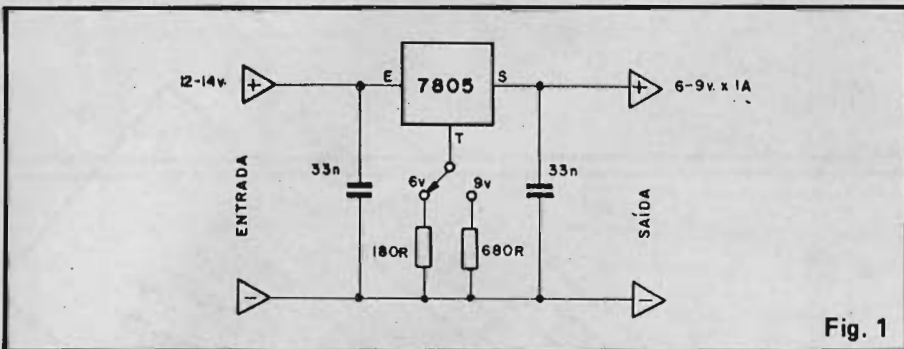
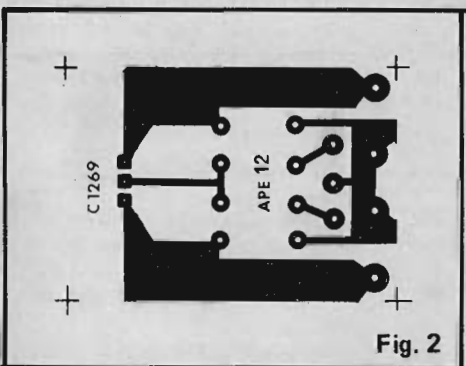

Fig. 1
Fig. 2
O "esquema" do C1269 está na fig. 1, enfatizando claramente a enorme simplicidade do arranjo, baseado num único Integrado Regulador de Voltagem, da conhecida "família" 78XX, circuitada de forma pouco convencional (pelo menos em relação ao que recomenda o fabricante, como básico...) através de um simples chaveamento que determina o nível de corrente fluindo através do seu terminal de "terra" (T)
Observado o esquema (fig. 1) e reconhecidos os componentes, podemos passar à montagem, inicialmente verificando na fig. 2 o **lay-out** (em tamanho natural, para facilitar a eventual cópia) do padrão cobreado do Circuito Impresso específico. A confecção da placa, para quem possuir o material necessário, e já tiver alguma prática, é muito fácil, devendo o hobbysta apenas observar com cuidado, ao final, se não ocorrerem falhas ou "curtos", corrigindo tais defeitos **antes** de iniciar as soldagens. No caso da aquisição do C1269 na forma de KIT, essa parte relativamente "chata" da montagem já vem pronta, com a placa devidamente perfurada, envernizada e com o lado dos componentes perfeitamente demarcado quanto às posições, códigos e valores dos componentes, facilitando muito a montagem (principalmente para os novatos...).